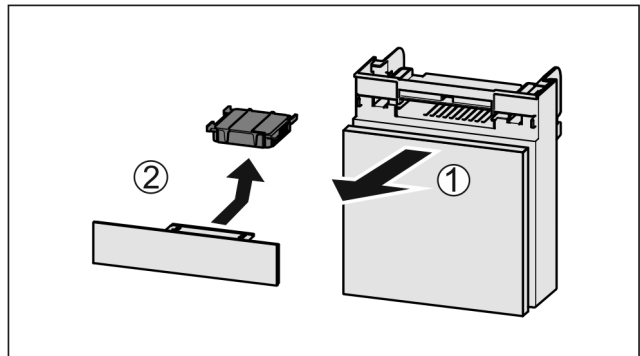

Fig. 109
- ▶ Extrageți Fig. 109 (1) compartimentul către înainte.
- ▶ Scoateți Fig. 109 (2) filtrul de cărbune activ.